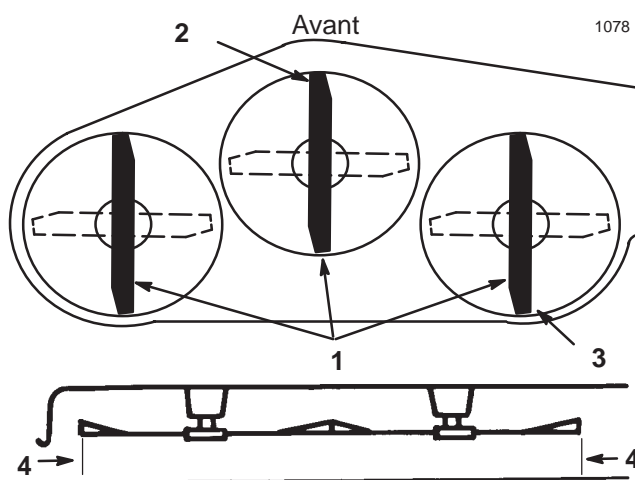

Figure 41
5. Réglez la hauteur de coupe à 76 mm et tournez les lames avec précaution dans le sens longitudinal (Fig. 41).
6. Mesurez la distance entre la pointe de la lame avant (Fig. 41) et la pointe de la lame arrière par rapport à la surface plane. Si la pointe avant de la lame n'est pas de 1,6 à 7,9 mm plus basse que la pointe arrière, réglez les tourillons avant.
9. Lorsque les deux tourillons sont réglés de la même manière, fixez les chapes en place à l'aide des goupilles fendues. Vérifiez de nouveau l'inclinaison avant/arrière. Poursuivez le réglage des chapes jusqu'à ce que la pointe avant de lame soit de 1,6 à 7,9 mm plus basse que la pointe arrière (Fig. 41).